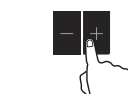

Рисунок 14
3. Установите время с помощью кнопки «+» или «-» (диапазон возможных значений: 00-99 минут). Через 5 секунд после установки времени таймер перейдет в режим обратного отсчета. Если в течение этих 5 секунд вы коснетесь кнопки выбора конфорки, таймер перейдет в режим обратного отсчета сразу же. Однократное касание кнопки таймера «-» или «+» уменьшает или увеличивает время на 1 минуту. Касание и удержание кнопки таймера «-» или «+» уменьшает или увеличивает время на 10 минут. Посекундный отсчет времени на дисплее начинается, когда до истечения заданного срока остается 1 минута. Рисунок 14.